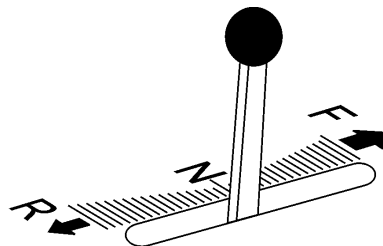

Figura 49. Leva dell'acceleratore (posizione folle)
1. Disinnestare la trasmissione, posizionando la **leva di velocità in avanti/in retromarcia** (figura 49) nella posizione **FOLLE**.